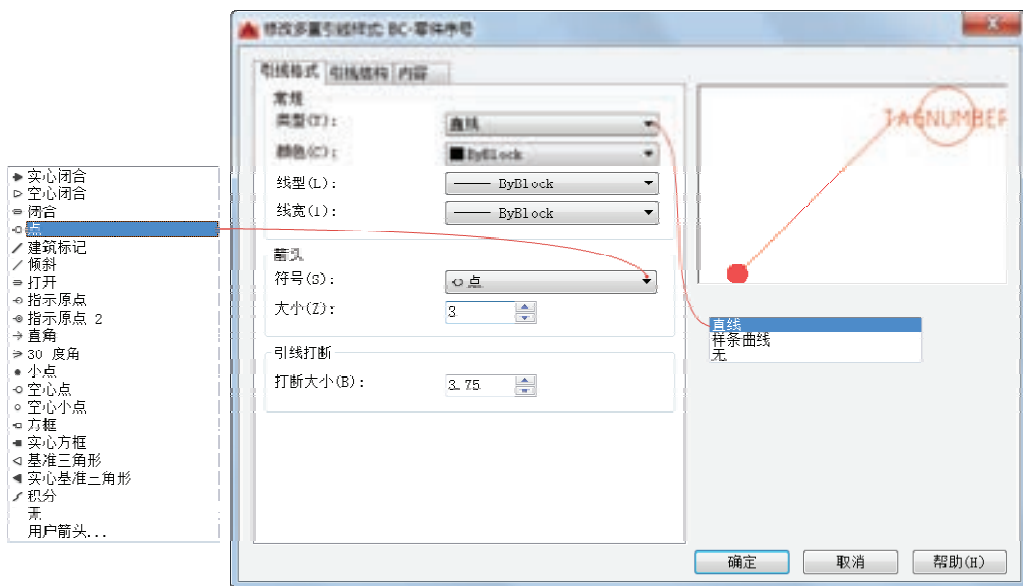

图 5-60 设置引线格式
6) 切换到“引线格式”选项卡。在“常规”选项组中，将“类型”设置为“直线”；在“箭头”选项组中，从“符号”下拉列表框中选择“点”选项，并设置其“大小”为“3”；其他采用默认值，如图 5-60 所示。